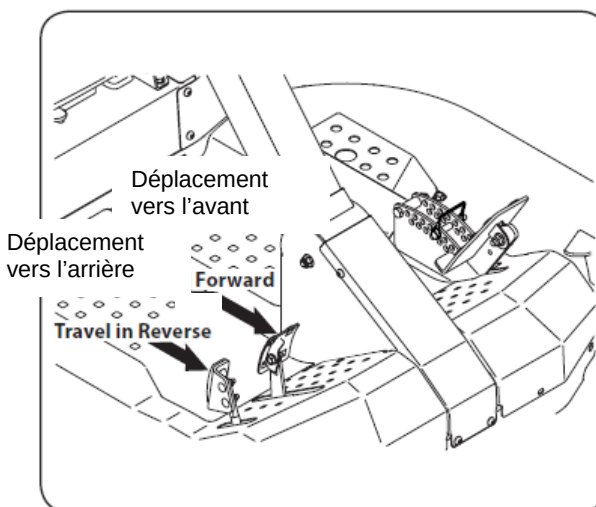

Figure 5-2
2. Pour déplacer le tracteur vers l'avant, appuyez lentement sur la pédale d'accélérateur jusqu'à ce que la vitesse désirée soit atteinte. Consultez la Fig. 5-2.
4. Pour vous déplacer en marche arrière, vérifiez si la zone derrière est dégagée; puis, appuyez lentement sur la pédale de marche arrière avec l'avant-pied (NON votre talon) jusqu'à ce que la position désirée soit atteinte. Consultez la Fig. 5-2.